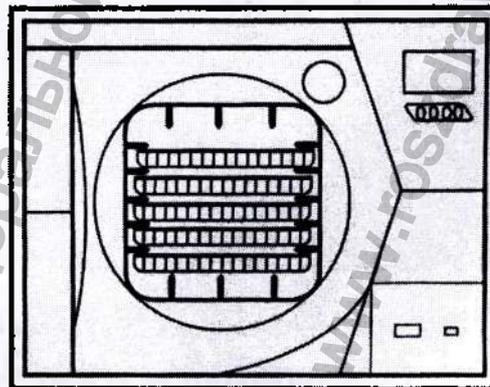

Рисунок 9: Схема расположения стойки реверсивной Стерилизатора парового T&S17B
- 1) 5 лотков в горизонтальном положении / 3 кассет в вертикальном положении (рис. 9)